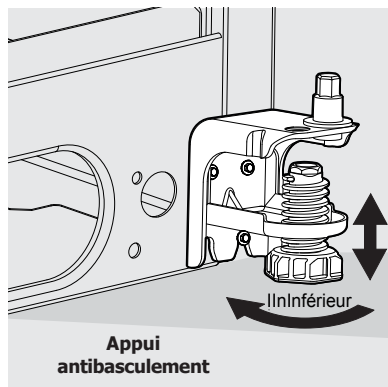

Figure 4 (certains modèles)
- 4 Certains modèles sont munis d'un appui antibascullement (Figure 4). Abaissez-le en sens horaire jusqu'à ce qu'il touche le plancher.